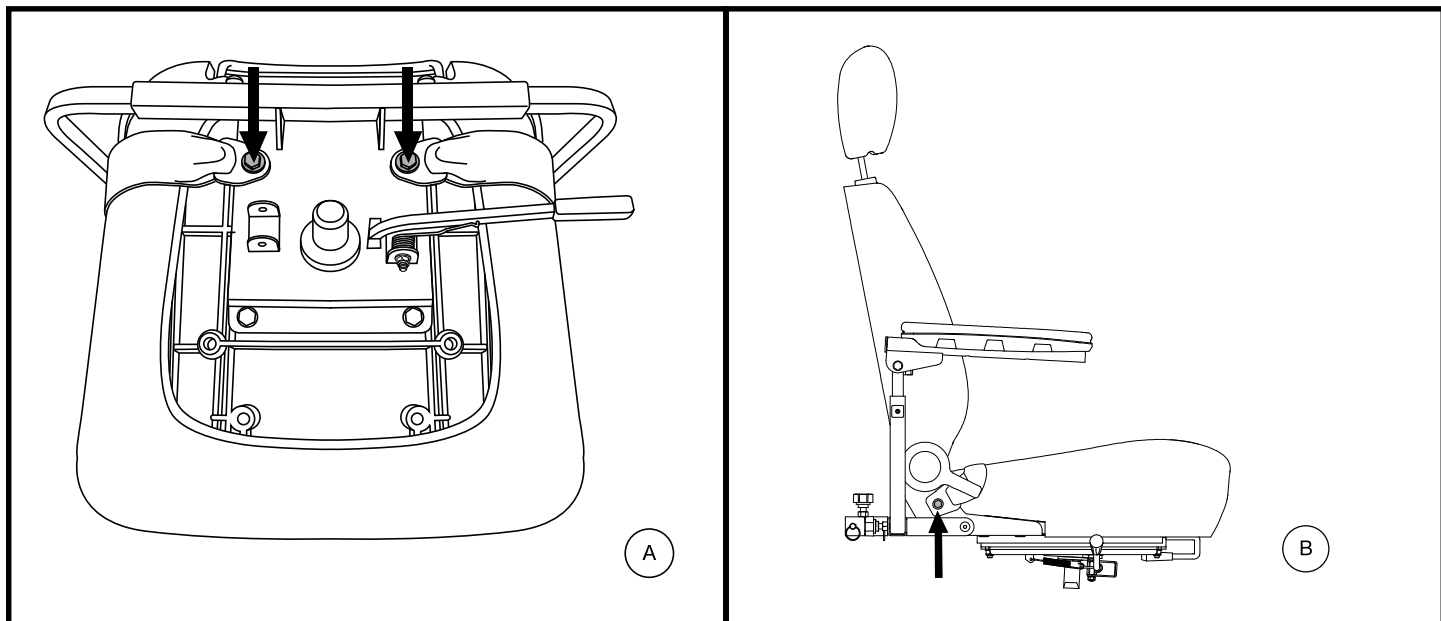

Figura 23. Bulloni per cinture di sicurezza
La seduta del scooter può essere dotata di cinture di sicurezza regolabili. **Vedere figura 23.** La cintura di sicurezza è stata progettata per garantire un maggiore supporto all'utente ed evitare che scivoli in avanti o indietro sulla seduta. La cintura di posizionamento non è concepita come dispositivo di contenimento.
2. Posizionare la seduta a testa in giù per poter lavorare sulla base della seduta. **Vedere figura 23.**